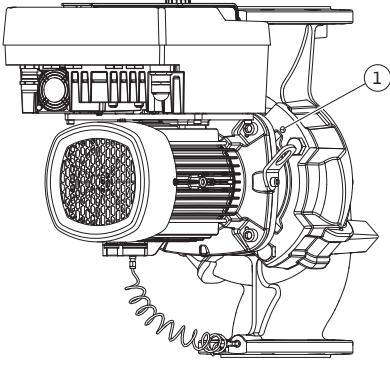

Fig. 12: Takma kitinin dişli delikleri üzerinden dışarı bastırılması
- Takma kitini (bkz. Fig. 4) pompa gövdesinden dışarı bastırın. Pompa tipine göre (bk. Fig. I ... IV) iki farklı kullanım vardır. Pompa tipi (Fig. III ve Fig. IV) için cıvataları (Poz. 29) çözün. Bitişik iki dişli deliği (Fig. 12, Poz. 1) kullanın ve müşteri tarafından sağlanan uygun cıvataları kullanın (ör. M10 x 25 mm). Pompa tipi (Fig. I ve Fig. II) için iki dişli deliği M10 (Fig. 109) kullanın. Bunun için uygun ve müşteri tarafından sağlanan cıvataları kullanın (ör. M10 x 20 mm). Bastırmak için kızaklar da (Fig. 109, Poz. 2) kullanılabilir.